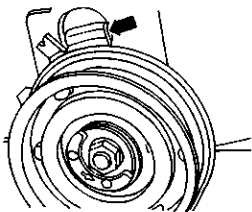

图 2-18 半自动张紧轮的位置
5) 将同步带安装到张紧轮和凸轮轴同步带轮上。注意半自动张紧轮的位置, 即定位块(如图 2-18 箭头所示)必须嵌入气缸盖上的缺口内。